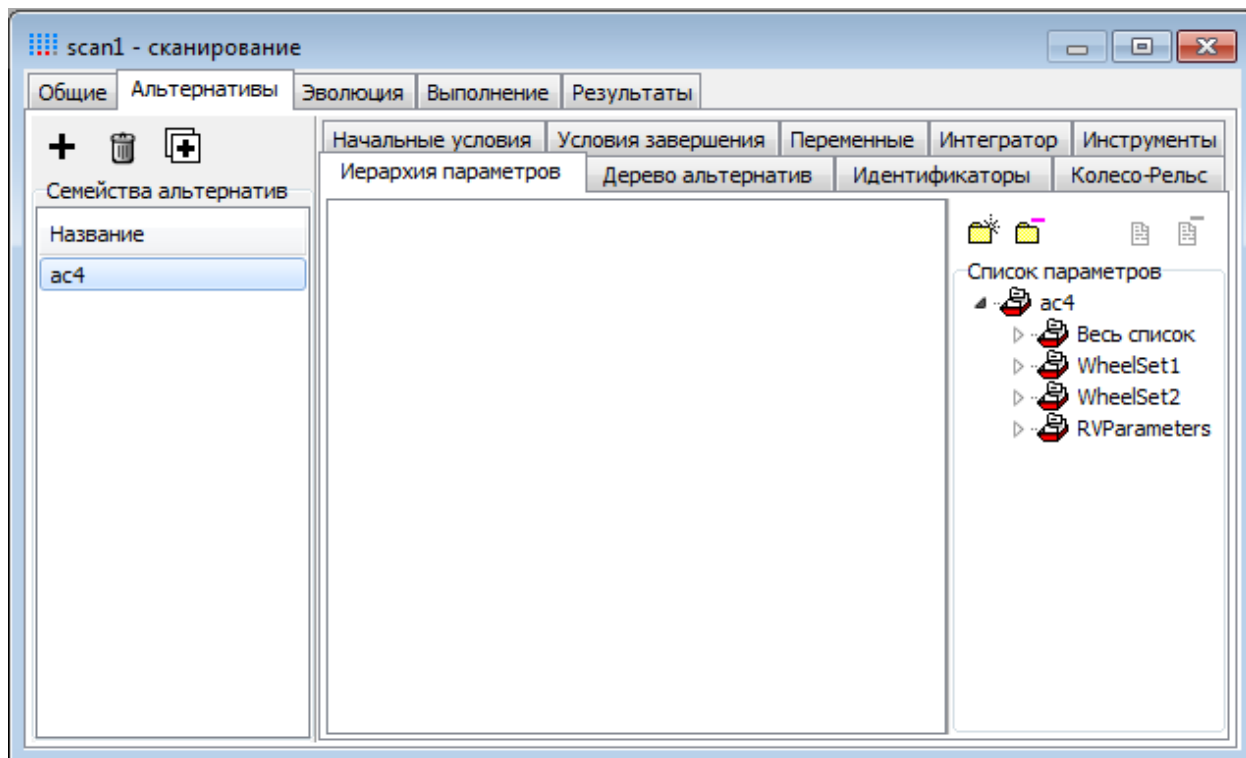

Рис. 3.6. Проект сканирования: добавление семейства альтернатив
После этого данная модель появится в списке **Семейства альтернатив** (см. рис. 3.6).
2. В иерархическом списке **Список параметров** (в правой части вкладки **Иерархия параметров**, см. рис. 3.6) щёлкните на параметре **v0**. Параметр имеет смысл начальной скорости движения.